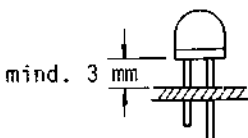

Abb. 1
- 1) Es ist ein Lötkolben von max. 25 W zu verwenden; der Lötvorgang darf nicht länger als 5 Sekunden dauern. Der Diodenkörper sollte einen Abstand von mindestens 3 mm zur Leiterplatte haben (Abb. 1).